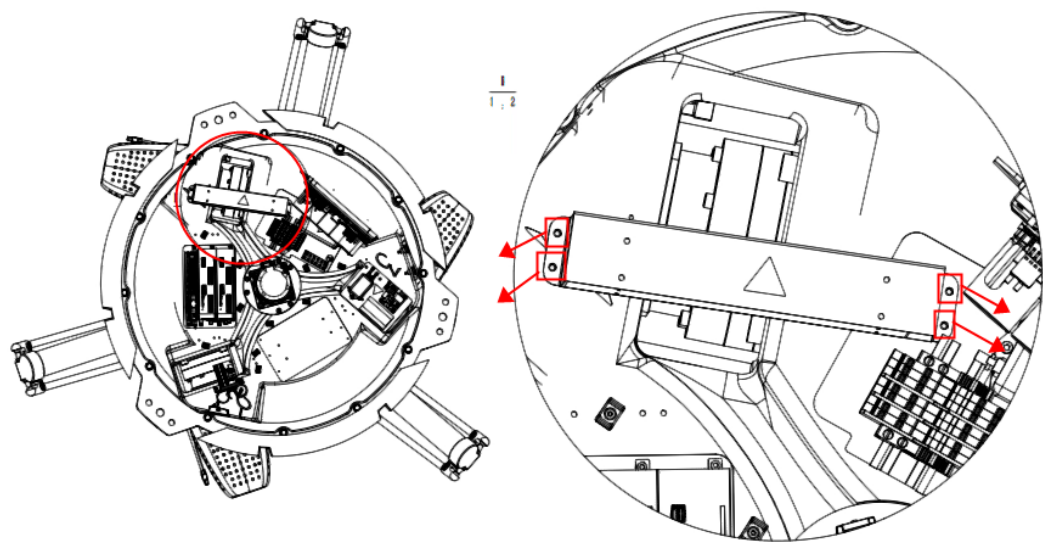

图 4-19 拆卸 24V 开关电源转接板上的 4 颗固定螺钉示意图
**步骤2** 使用 3 号内六角扳手拧开 24V 开关电源转接板上的 4 颗固定螺钉并取下，如图 4-19 所示。